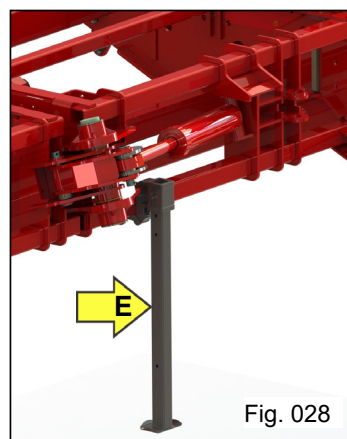

Fig. 028
e) Após o acoplamento da plantadora ao trator, acione o cilindro hidráulico, levante os pés de apoio “E” (Fig. 028) e fixe-os utilizando o pino trava e trava de aço. Posteriormente retire o conjunto do levante mecânico e fixe-o na barra de engate do cabeçalho.